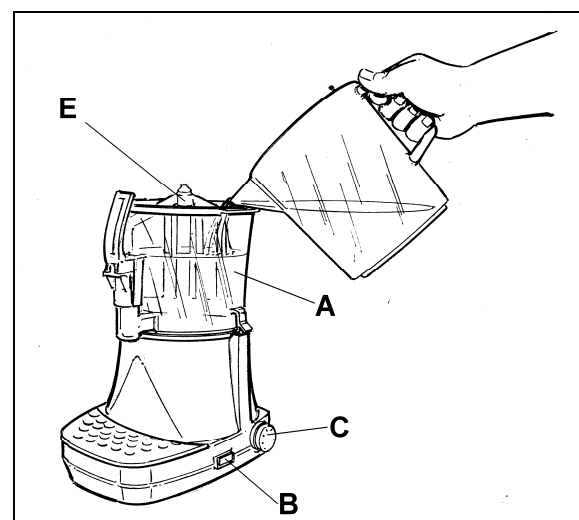

Fig. 4
- Sollevare il coperchio e versare il prodotto all'interno del contenitore (A). Accendere la macchina tramite l'interruttore (B), regolare il termostato (C) alla temperatura massima (fig.4). Attendere che il prodotto sia a temperatura per essere erogato.
- Spegnerne la macchina tramite l'interruttore (B) (fig. 4) e scollegare il cavo di alimentazione dalla presa elettrica.